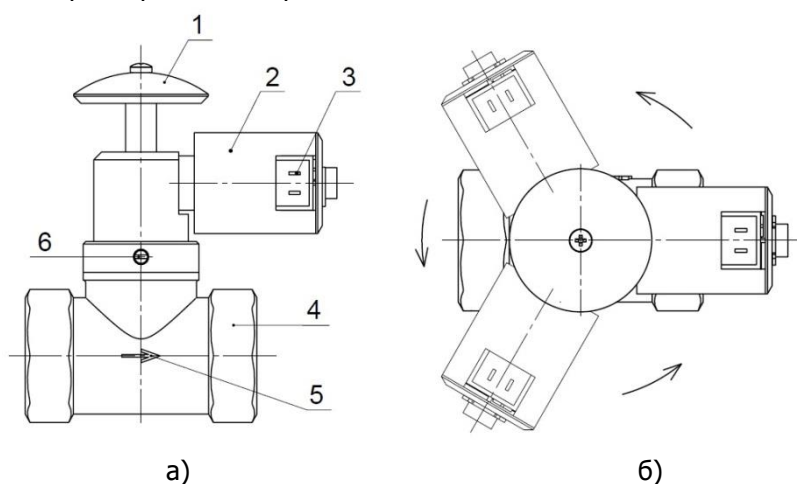

Рисунок 1 – Внешний вид клапана
3.1 Внешний вид клапана представлен на рисунке 1а. Клапан имеет кнопку ручного открытия 1, контакты 3 электромагнита 2, на которые подается управляющий сигнал, закрывающий клапан. На корпусе 4 нанесена стрелка 5, указывающая направление потока газа через клапан. Для удобства подключения кабеля к контактам 3 головка клапана (с электромагнитом) может быть повернута вокруг своей оси (рисунок 1б). Для этого нужно ослабить штифт 6, установить головку в нужном положении и снова затянуть штифт.